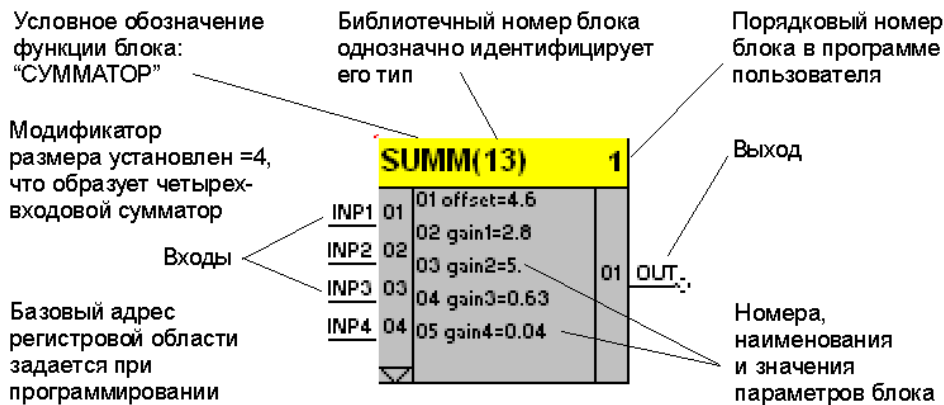

Рисунок 2.2 - Функциональный блок сумматора
**Функциональный блок** - это графическое изображение вызова одной из функций. Графически каждый функциональный блок можно представить в виде прямоугольника (см. рис.2.2), внутри которого имеется обозначение функции, выполняемой блоком. Входы функционального блока соединяются связями с другими блоками. Один или несколько функциональных блоков соединенные связями между собой, образуют программу на языке FBD.